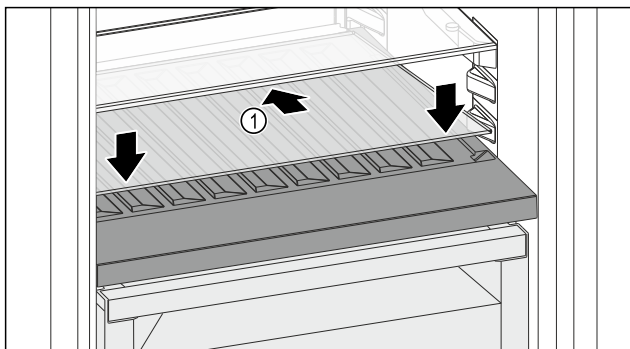

Fig. 172
- Skleněnou desku Fig. 172 (1) zasuňte šikmo a skloněnou dozadu dolů.
- Skleněnou desku Fig. 172 (1) vpředu spusťte dolů.